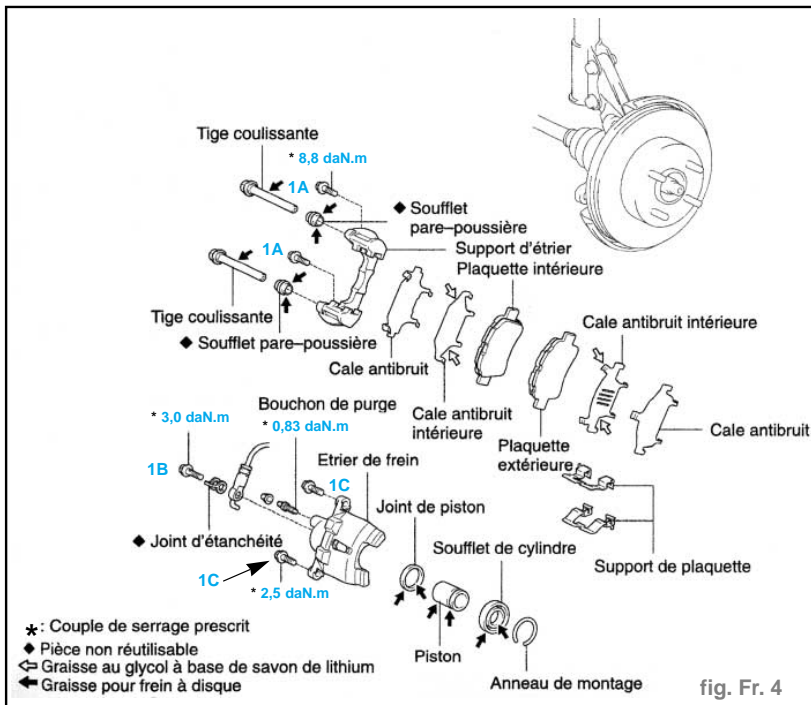

fig. Fr. 4
- Déposer les 2 supports de plaquette. (fig. Fr. 4)
- Fixer l'étrier avec les deux boulons (1C), serrer au couple de 2,5 daN.m. (fig. Fr. 4)
- Serrer au couple de 3,0 daN.m le boulon de maintien du raccord de la canalisation (1B). (fig. Fr. 4)